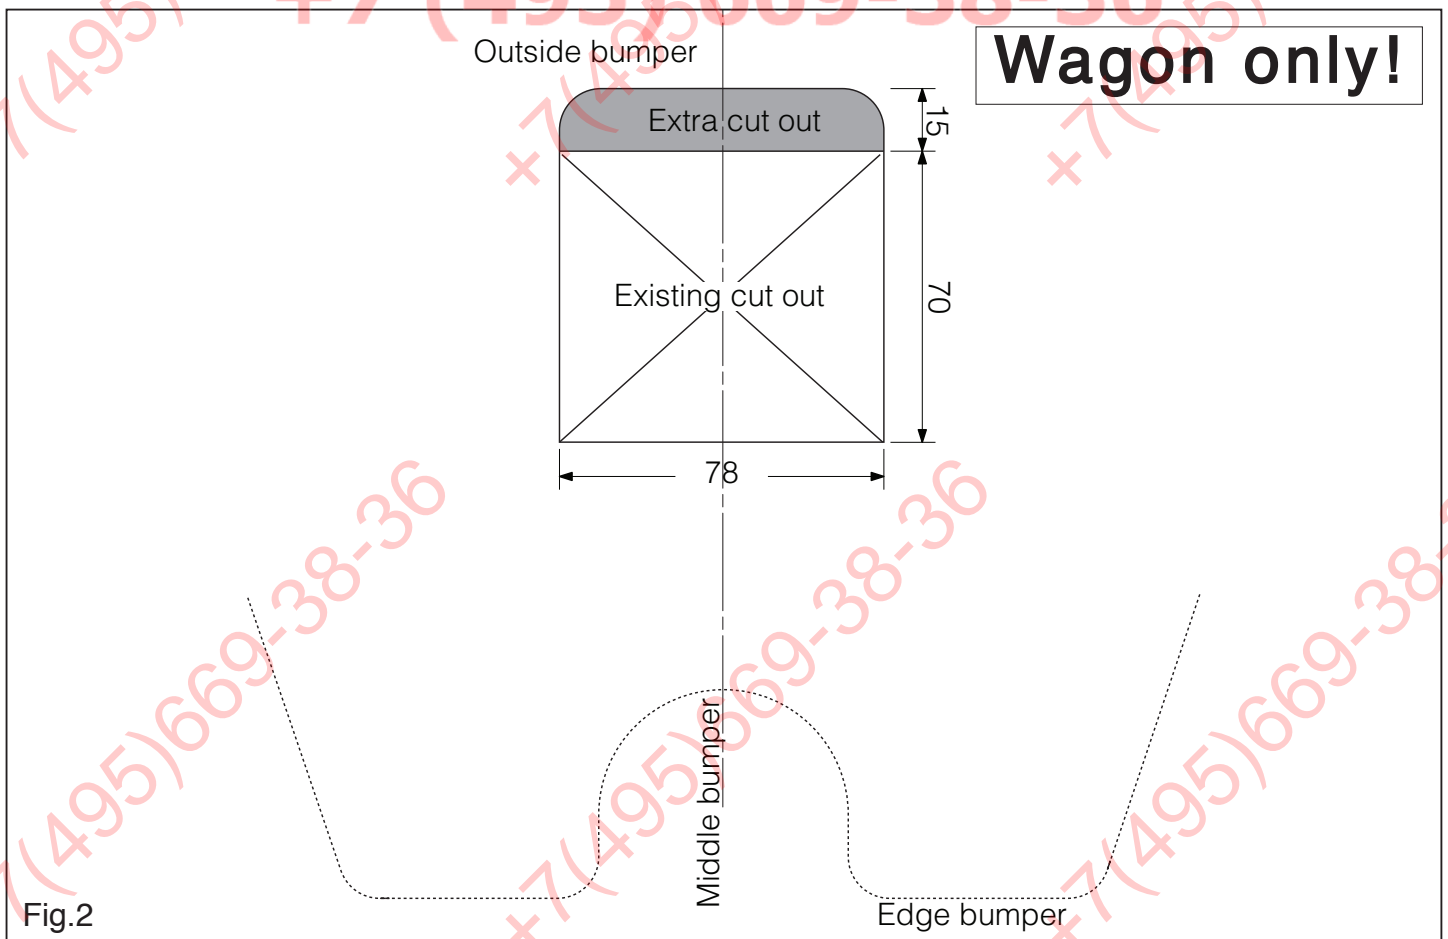

Fig.2
8. **N.B. The following only applies to the estate:** Saw a section out of the middle of the underside of the bumper as shown in fig 2.
8. **Achtung! Nur für das Kombi-Modell gilt:** Auf der Unterseite der Stöbstanze einen Teil aus der Mitte gemäß Abbildung 2 heraus-schneiden.
8. **N.B. Uniquement pour la station-wagon:** Scier au centre de la partie inférieure du pare-chocs une partie correspondant à la figure 2.